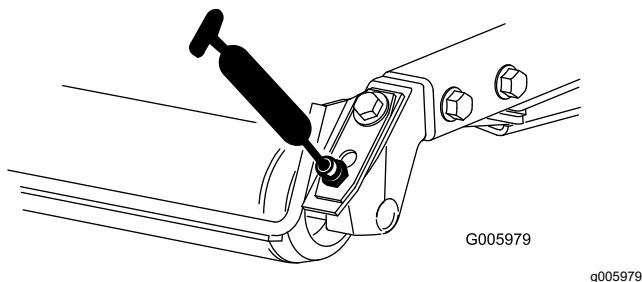

Bild 48
- Heckrollenlager (2 pro Mähwerk), wie in Bild 48 abgebildet